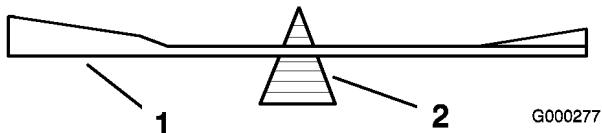
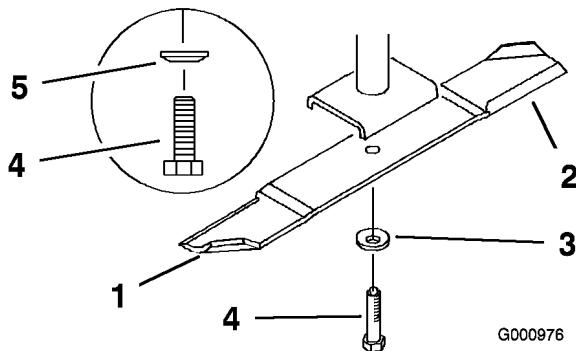

Figure 63
Figure 64
2. Retirez de l'axe le boulon, la rondelle élastique et la lame (Figure 64).
2. Vérifiez l'équilibre de la lame en la plaçant sur un équilibrage (Figure 63). Si la lame reste horizontale, elle est équilibrée et peut être utilisée. Si la lame est déséquilibrée, limez un peu l'extrémité de la partie incurvée seulement (Figure 64). Répétez la procédure jusqu'à ce que la lame soit équilibrée.
1. Placez la lame sur l'axe (Figure 64).
2. Installez la rondelle élastique et le boulon de la lame. Le cône de la rondelle élastique doit être dirigé vers la tête du boulon (Figure 64). Serrez le boulon à 115-150 Nm (85-110 pi-lb).